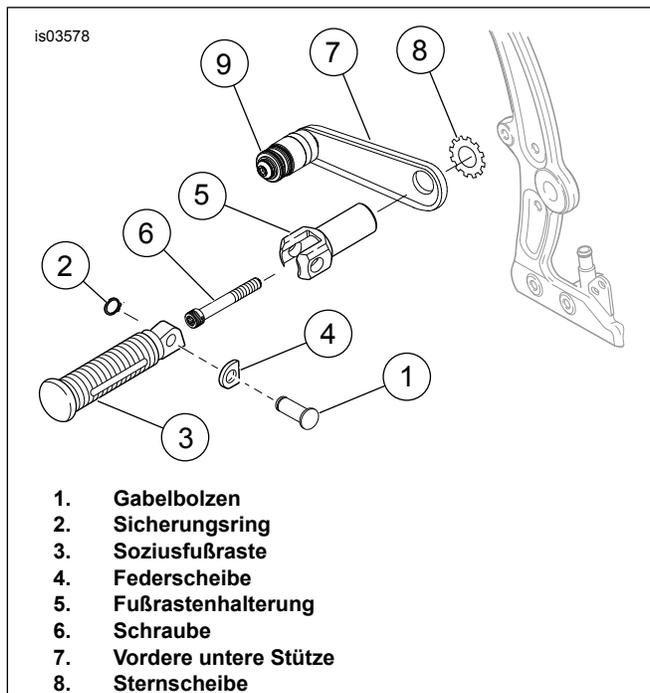

Abbildung 5. Einbau der Soziusfußraste
1. Siehe Abbildung 5. Die Gabelbolzen (1) und Sicherungsring (2) entfernen, die die Soziusfußraste (3) und Federscheibe (4) an der Fußrastenstütze (5) halten.
Siehe Abbildung 5. Die Soziusfußraste mit Gabelbolzen (1), Federscheibe (4) und Sicherungsring (2) am Fußrastenträger anbringen.